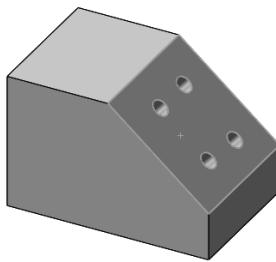

图 8-23 选择斜面为前视
- [7] 在操控板的“第一方向”下，选择一视向为前视，选择斜面为前视，如图 8-23 所示。